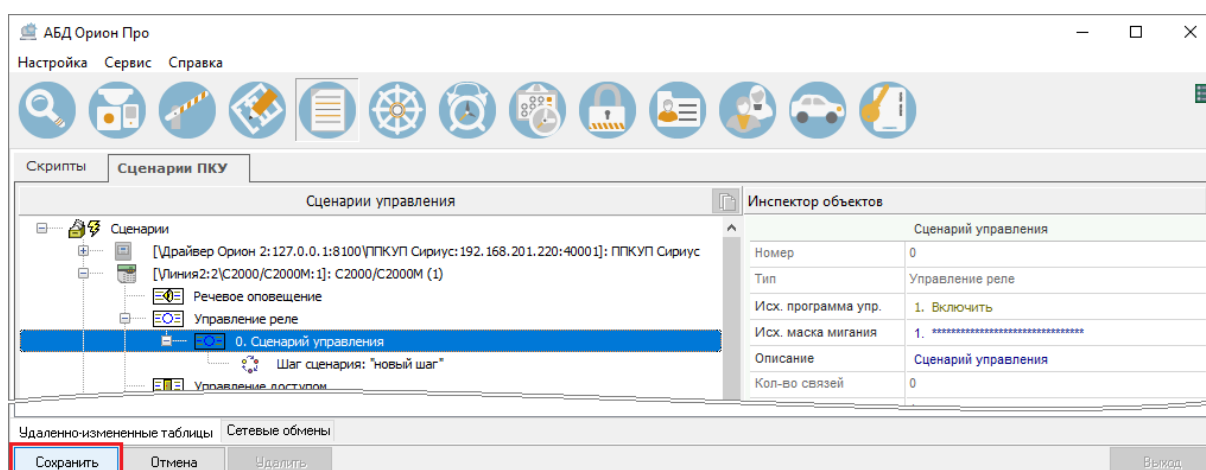

Рисунок 6-656 Выход из режима редактирования с сохранением изменений
- а) нажмите кнопку «Сохранить» (см. Рисунок 6-656);